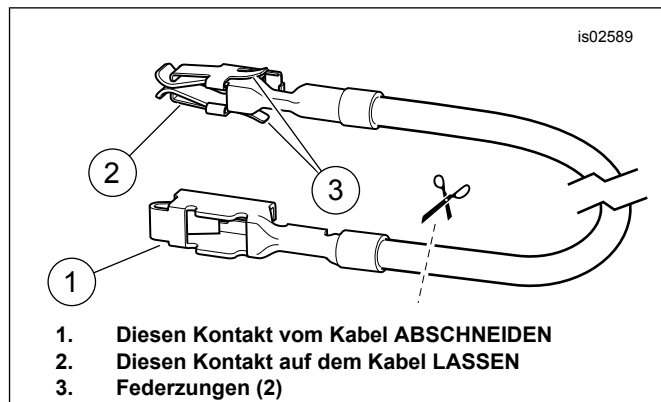

Abbildung 24. Sicherungsblock-Adapterkabel (Dyna- und Softtail-Modelle)
1. Siehe Abbildung 24. Die „2-in-1“-Spleißanordnung. Den **roten** versiegelten Stoßverbinder (siehe Abbildung 34, Teil 4) aus dem Satz nehmen. Das schwarze Kabel (13) aus dem Satz gemäß den Angaben im Anhang des Werkstatthandbuchs mit dem schwarzen Massekabel des Senders verspleißen. Den Kabelkanal (10) aus dem Satz über das verspleißte Massekabel schieben.
4. Die Kabelöse mit dem kleineren Durchmesser (7) aus dem Satz wählen. Die Kabelöse auf den schwarzen Sender gemäß den Anweisungen für die Packard-Quetschverbinderzange im Anhang des Werkstatthandbuchs anquetschen.
- Siehe Abbildung 24. „1-in-1“-Spleißanordnung. Einen **blauen** versiegelten Stoßverbinder (siehe Abbildung 34, Teil 5) aus dem Satz nehmen. Das Stromkabel des Garagentoröffner-Kabelbaums gemäß den Angaben im Anhang des Werkstatthandbuchs mit dem Adapterkabel verspleißen.
3. Siehe Abbildung 34. Das orange/weiße Sicherungsblock-Adapterkabel (12) aus dem Satz bereitlegen. Den Kontakt an beiden Enden notieren (siehe Abbildung 24 ). Nur der Kontakt mit den Federungen passt in diesen Sicherungsblock. Den nicht benötigten Kontakt sorgfältig abtrennen und entsorgen.